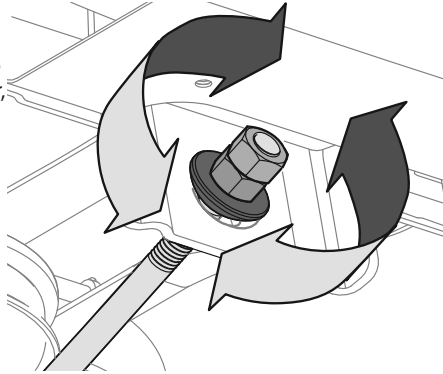

Figure 29
4. Pour *relever* l'avant du plateau de coupe, desserrez l'écrou supérieur, puis resserrez l'écrou inférieur (tournez vers la droite). Voir Figure 29. Après avoir effectué le réglage approprié, serrez l'écrou à un couple de 25 à 30 pi-lb (34 à 40,7 Nm).
5. Pour *abaisser* l'avant du plateau de coupe, desserrez l'écrou supérieur, puis desserrez l'écrou inférieur (vers la gauche). Voir Figure 29. Une fois le réglage approprié effectué, serrez l'écrou supérieur.